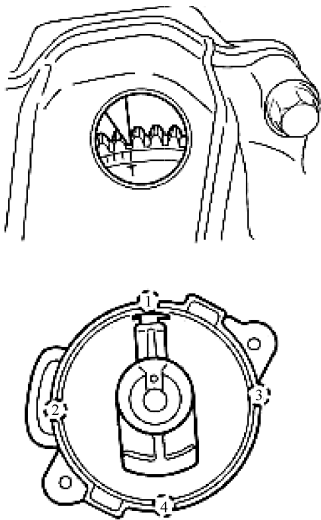

图 6-34 检查1号气缸是否在压缩行程上止点位置
- 5) 拆卸分电器盖，检查转子是否在图6-34所示位置(如1缸活塞在压缩行程的上止点)。如果转子不在其位，再次顺时针转动曲轴(360°)。